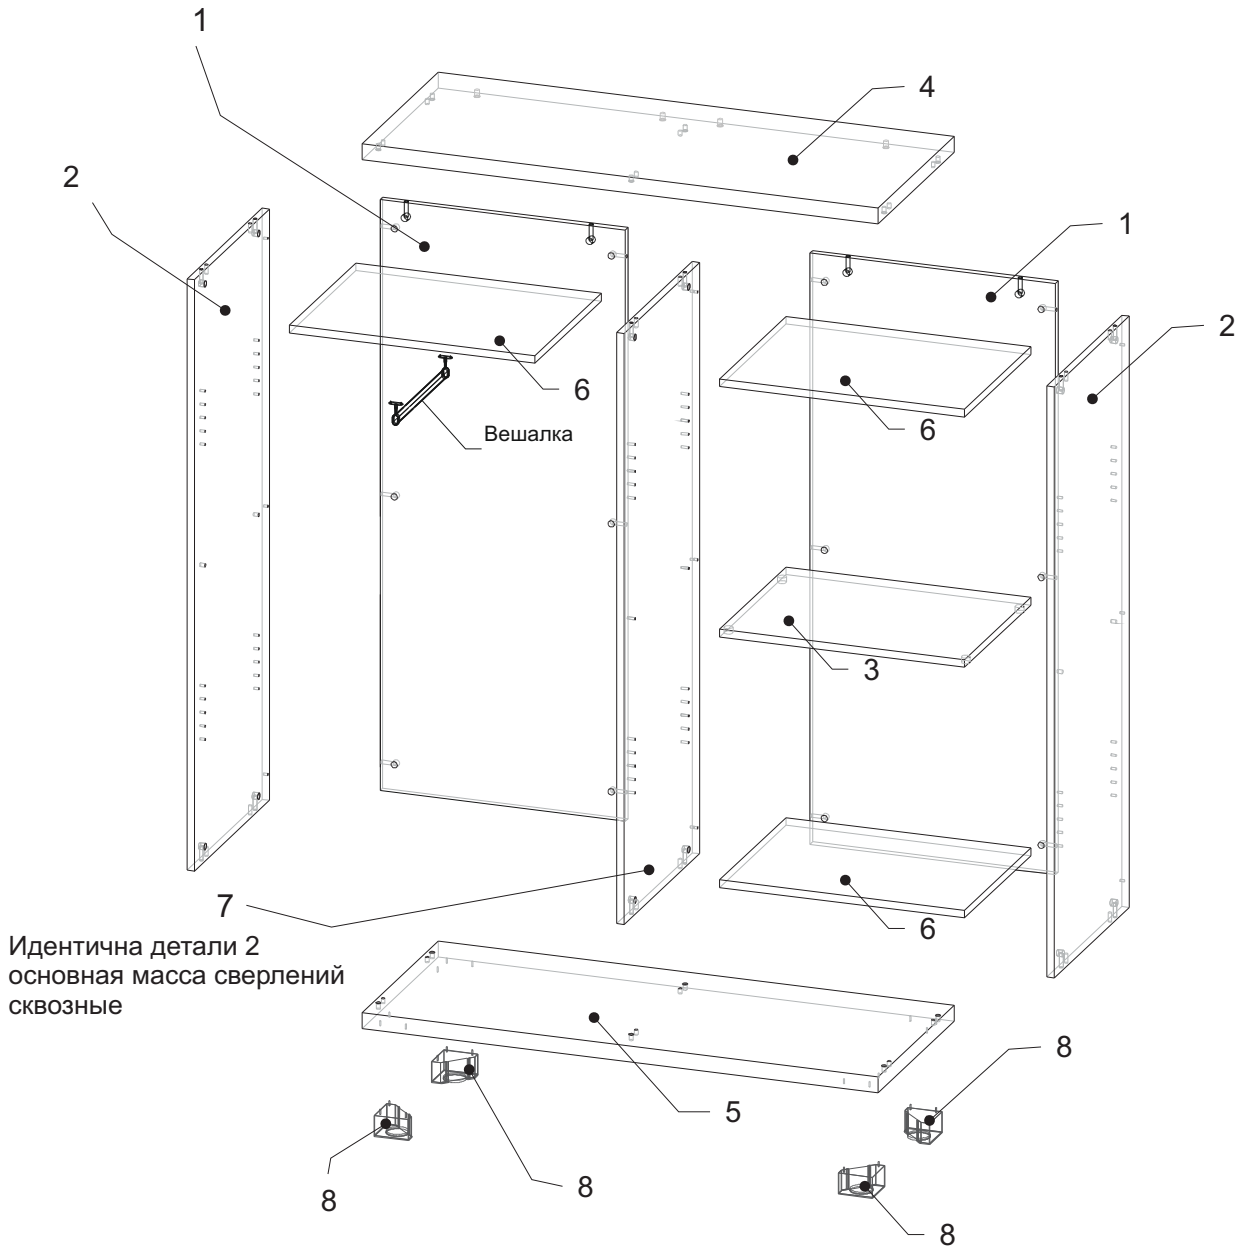

Рис.1
На рис.1 изображен вариант шкафа с гардеробной секцией слева.
- В одну из деталей 2 (в дальнейшем эта деталь должна располагаться в секции без вешалки, на рис.1 является правым боком шкафа) вбить пластиковую муфту 15 и вкрутить в них короткие дюбели 14. Во вторую деталь 2 в аналогичные отверстия вставить заглушки 21.
- В детали 7 в центральные отверстия диаметром 5 (расположены идентично отверстиям из пункта 3) закрутить двойные болты 20, либо часть двойного болта 20 и винт 25, таким образом чтобы шляпка винта 25 располагалась в секции гардероба (на рис.1 левая секция).
- К полке 3 (секции гардероба - на рис.1 расположена слева) снизу прикрепить вешалку (состоит из штанги 22, штангодержатель 23) шурупами 24. В случае установки вешалки на деталь 4 без полки 3 прикрутить ответную планку 26 к детали 4. Ответная планка служит упором для двери.